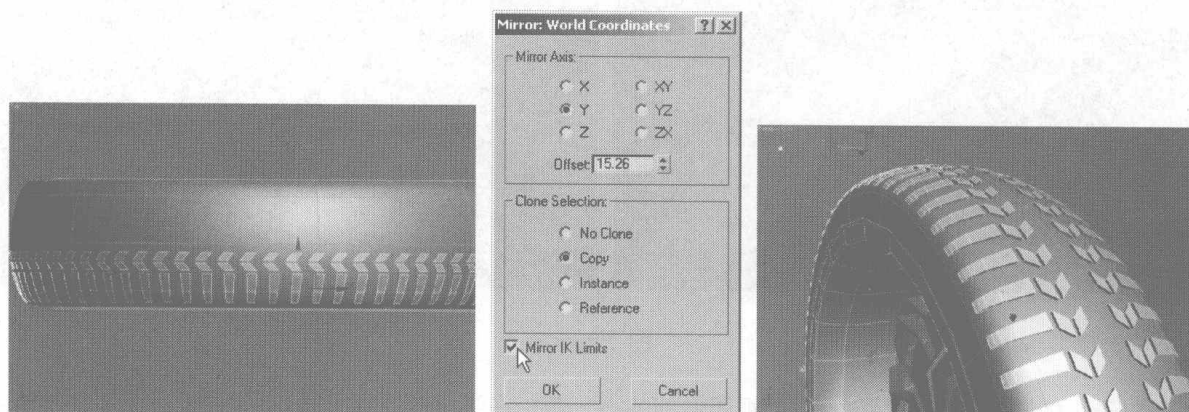

图 7.288
- 43 选择阵列出的模型, 单击工具栏中的 按钮, 在弹出的对话框中设置镜像参数, 单击 **OK** 按钮, 沿着 Y 轴对称复制另一边, 如图 7.288 所示。